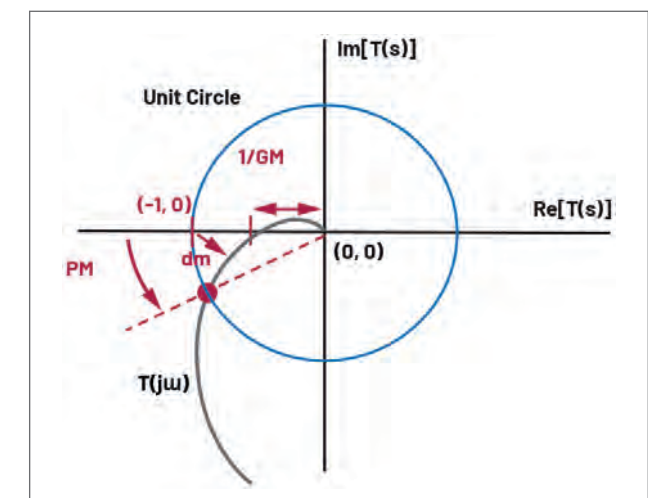

Figura 2. Márgenes de estabilidad (margen de fase (PM) y margen de ganancia (GM)) en el gráfico de Nyquist.
Para tener cierto margen de estabilidad, es importante mantener el gráfico $T(j\omega)$ alejado del punto crítico $(-1, 0)$. Por lo tanto, utilizando el criterio de Nyquist y el gráfico, el margen de estabilidad del sistema de realimentación de la fuente de alimentación viene determinado por la distancia del gráfico $T(j\omega)$ al punto $(-1, 0)$. En sentido estricto, la distancia mínima entre el punto $(-1, 0)$ y el gráfico $T(j\omega)$ debe utilizarse para cuantificar el margen de estabilidad, tal y como se representa con el valor dm en la figura 2. Sin embargo, para simplificar la tarea del análisis del dominio de la frecuencia (utilizando gráficos de Bode), el margen de fase (PM) se define como el ángulo de fase correspondiente al punto en el que el gráfico $T(j\omega)$ se cruza con la circunferencia unitaria ($|T(j\omega)| = 1$, o 0 dB), y el margen de ganancia (GM) se determina por el valor $|T(j\omega)|$, donde el gráfico $T(j\omega)$ se cruza con el eje real (es decir, fase = -180°), como se muestra en la figura 2.